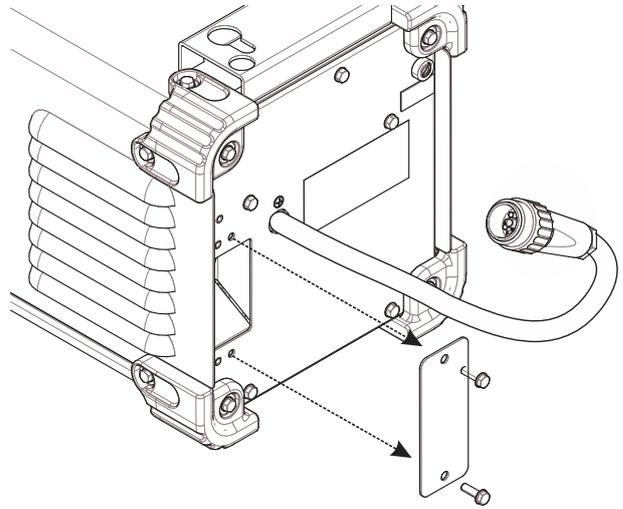

Figura 9
- El panel de acceso al colador se encuentra en la parte posterior inferior izquierda, retire dos tornillos - véase la Figura 9.